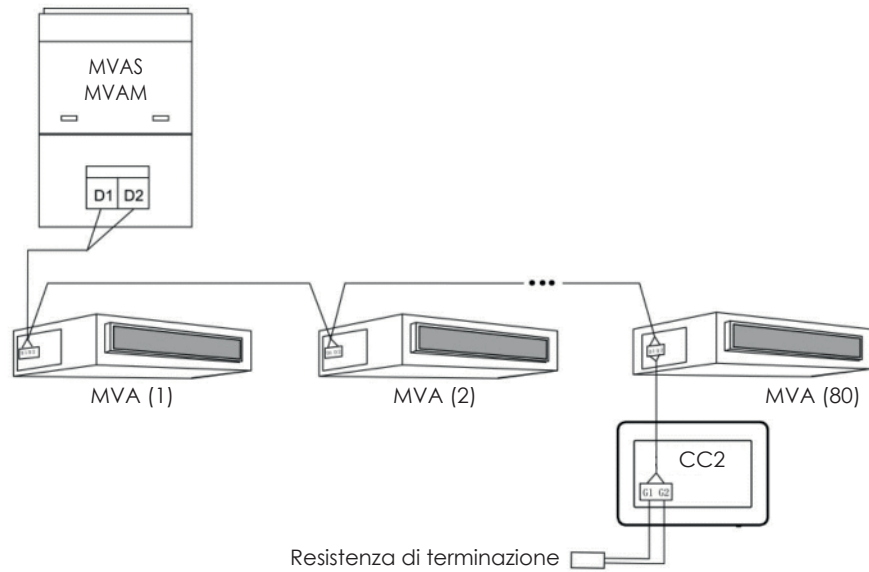

Fig. 3.4 Controller centralizzato collegato alla rete interna
2. Se il controller centralizzato deve essere collegato alla rete delle unità interne, effettuare i collegamenti in base alla fig. 3.4. Il controller può collegarsi a qualsiasi unità interna in serie, ovvero collegando le porte G1 e G2 del controller con le porte D1 e D2 in corrispondenza ai cavi di comunicazione. Quando il controller è collegato con l'unità terminale della rete interna, deve essere aggiunta una resistenza corrispondente con i cavi di comunicazione sulle porte G1 e G2.